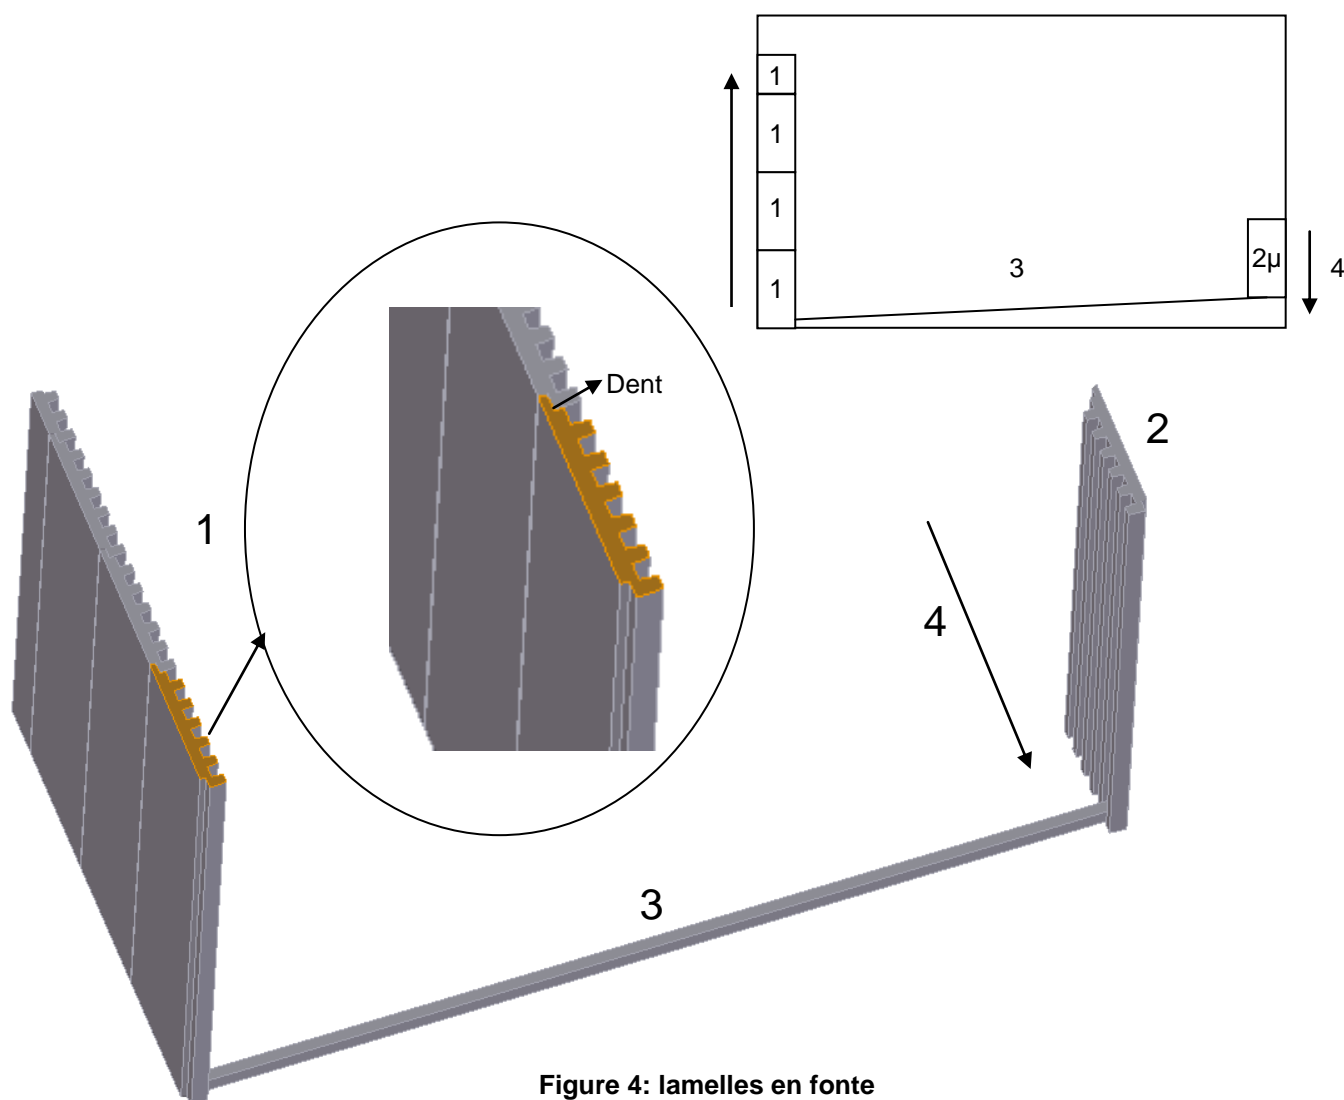

Figure 4: lamelles en fonte
- Etape 1 : Commencez par l'installation des lamelles du côté gauche. Commencez à l'avant-face gauche par 3 lamelles larges (120 mm/6 dents) et terminez par une lamelle étroite (54 mm/3 dents). La dent de la lamelle doit être orientée vers la face arrière. Voir figure 4
- Etape 2 : Placez une lamelle large du côté droit, éloignée de quelques centimètres de l'ouverture de la porte. La dent doit être fixée vers la face arrière. Voir figure 4
- Etape 3 : Placez le spoiler dans la première fente dans la première lamelle gauche et dans la première fente de la lamelle droite. Voir figure 4
- Etape 4 : Déplacez la lamelle droite vers la face avant du foyer, si bien que le spoiler se trouve en parallèle avec la face avant du foyer. Voir figure 4